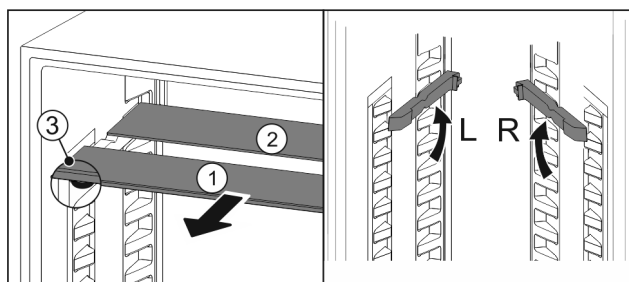

Fig. 59
- ▶ Wyciągnąć Fig. 59 (1) pojedynczo półki szklane do przodu.
- ▷ Płyta szklana Fig. 59 (1) z listwą ozdobną znajduje się z przodu.
- ▷ Stopery Fig. 59 (3) wskazują w dół.